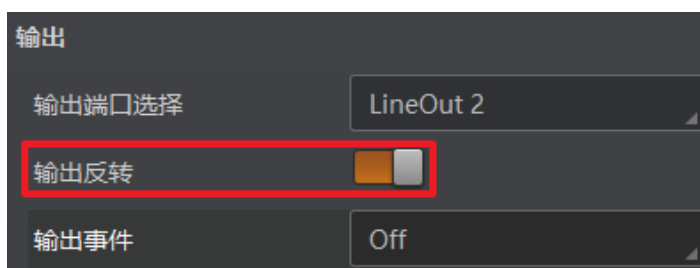

图3-30 输出反转
4. 若需要读码器输出与此刻相反的信号，可启用输出反转功能，如图 3-30 所示。